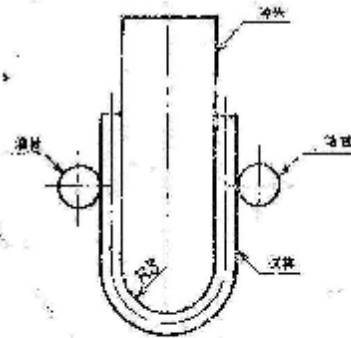
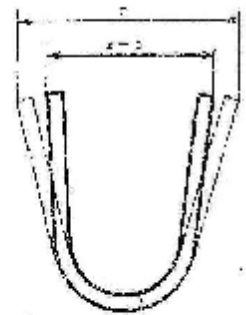

图 1 试样的U弯曲方法(mm)
图 2 试样的固定方法(mm)
(1) 试样如图1所示,用内衬半径8mm的冲头,进行滚压弯曲使两脚为平行。经滚压弯曲后,因弹性扩大的脚宽用适当的夹具固定,大约5mm,如图2所示。
(2) 试验溶液量,每一试样为250ml以上。
(3) 试验溶液,在全试验期间,应保持沸点 $143^{\circ}\text{C} \pm 1^{\circ}\text{C}$ 。
(4) 试验溶液完全沸腾后,放进以(1)具有弹性应力的试样,此时为试验开始。在1个试验容器里放进的试样数为同一钢种2个为止,不允许异钢种同时放进。
(5) 每隔一定时间取出以夹具固定试样,经水洗,用放大镜(5~15倍)观察试验面的裂纹状态。此操作尽量在短时间进行。
(6) 结束观察后,再次将试样放进沸腾液里,继续试验。
(7) 反复进行(5)和(6)的操作,检查从开始试验到用放大镜能认出裂纹为止的时间(宏观裂纹发生时间h)及从开始试验到裂纹横断到试样的板宽为止的时间(裂纹横断时间b)。宏观裂纹发生时间及裂纹横断时间,指试样放进沸腾溶液中的时间的总计而言。